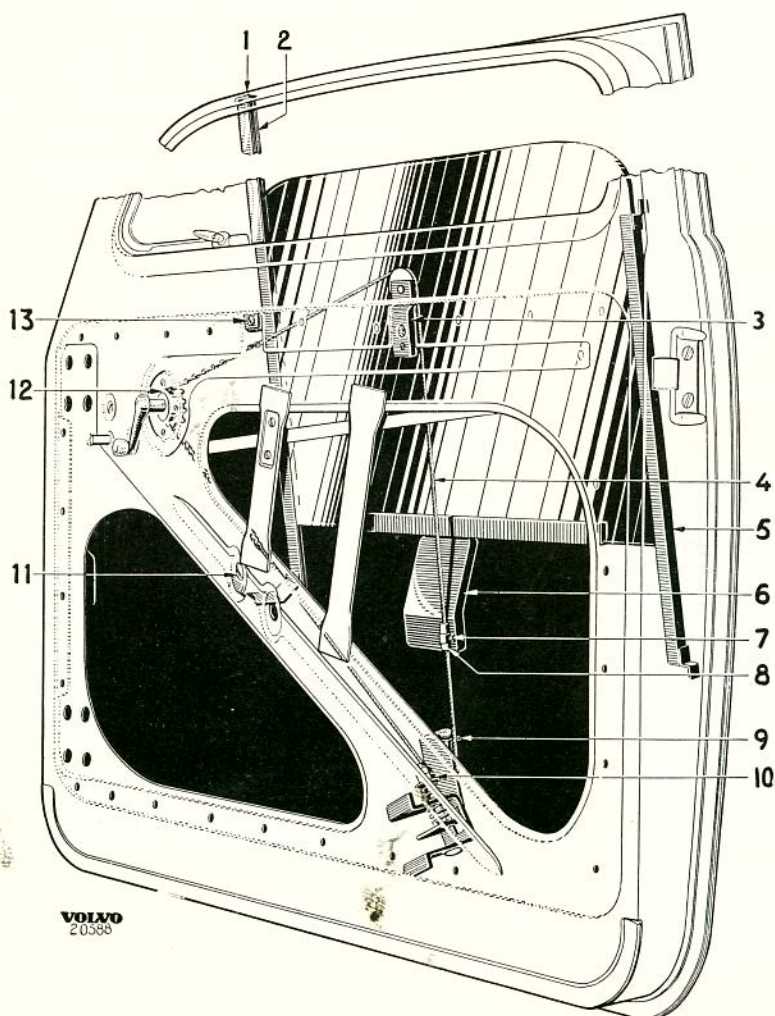

Bild 40. Fönsterhiss
5. Skruva bort den övre skruven (1, bild 40) och mellersta skruven (13), vilka håller främre styrskenan (2).